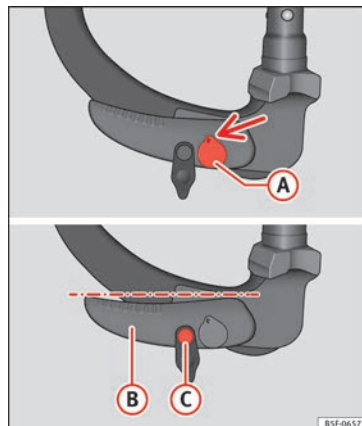

Bild 228 Inkopplingsklart läge: Spakens och utlösningsskruvens lägen
- Nyckeln ① » bild 228 är i upplåst läge (delen med hål uppåt).
- Spaken ② » bild 228 är i lägsta läget.
- Utlösningsskruven ③ » bild 228 kan röras.